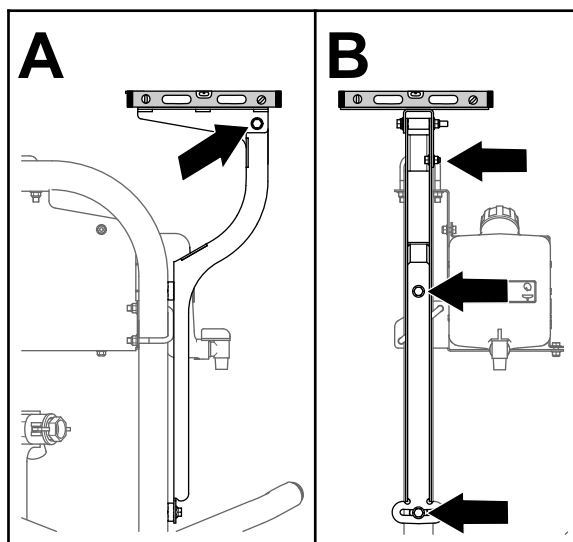

Figura 154
3. Nivele la placa del receptor lateralmente (izquierda/derecha) (Figura 154).
5. Nivel la placa del receptor en sentido adelante/atrás (Figura 154).